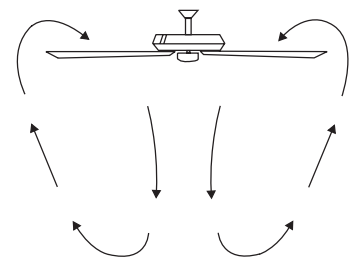

Figura 29
**Operación en clima cálido:** Avance (en sentido contrario a las agujas del reloj). Un flujo de aire descendente crea un efecto de enfriamiento (Figura 29). Esto le permite configurar su aire acondicionado en una configuración más cálida sin afectar su comodidad general.